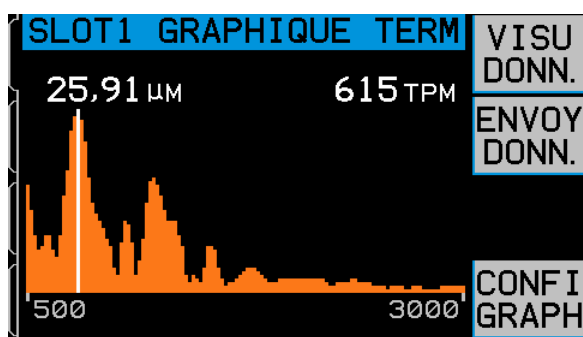

Figure 20
**START (DÉMARRER)** – Permet de démarrer le balayage des vibrations pour la plage de vitesse de rotation sélectionnée. Le sablier pivotant, à droite de l'affichage, indique que le panneau de commande est en train de balayer cette plage. Lors de ce processus, toutes les vitesses de rotation et les paires de niveaux de vibrations sont envoyées à l'interface du logiciel au format ASCII. Lorsque le balayage est terminé, l'affichage passe à l'écran indiqué (Figure 20). Un traçage non annulé s'affiche sur une pleine largeur d'écran. Les traçages annulés ont moins de points et apparaissent sur une largeur plus étroite. L'échelle verticale est linéaire et basée sur la valeur des sommets, affichée au sommet du traçage. L'échelle horizontale est une échelle logarithmique. La fréquence des sommets est représentée par une ligne blanche.